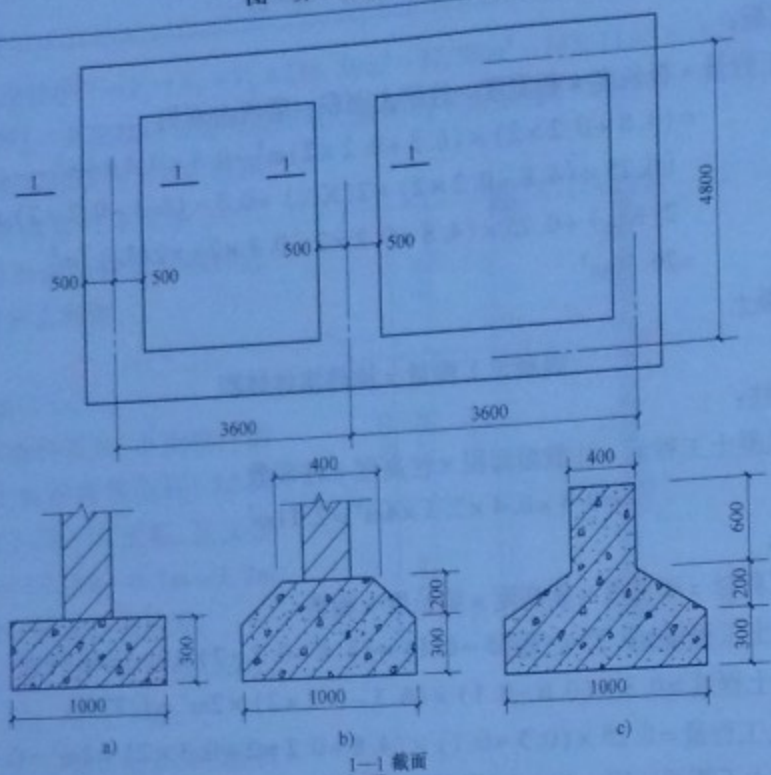

图1-80 梁基础示意图
【例 1-80】如图 1-80 所示, 按截面 1-1 所示 3 种情况计算带形基础工程量。
1. 矩形截面(图 1-80 中 a)
3. 有肋带基(图1-80中c)